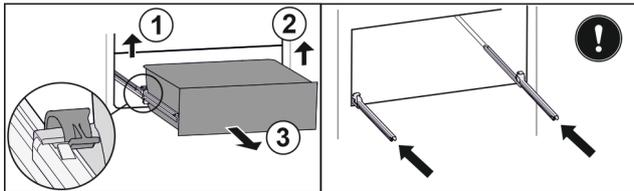

Fig. 75
- ▶ Soulever la bride gauche et tirer dans le même temps la partie gauche du tiroir vers l'avant. Fig. 75 (1)
- ▶ Soulever la bride droite et tirer dans le même temps la partie droite du tiroir vers l'avant. Fig. 75 (2)
- ▶ Retirer le tiroir par l'avant. Fig. 75 (3)